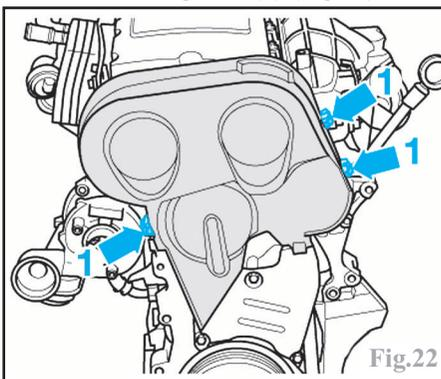

Fig.22
-le carénage supérieur de distribution en desserrant les agrafes (1) (Fig.22).